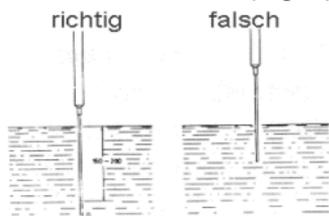

Abb. 7
- \*Lorsque vous mesurez la température avec d'autres sondes de type K dans des liquides ou des récipients fermés, immergez ou insérez la sonde de température aussi loin que possible pour obtenir une mesure précise de la température (Fig. 7).